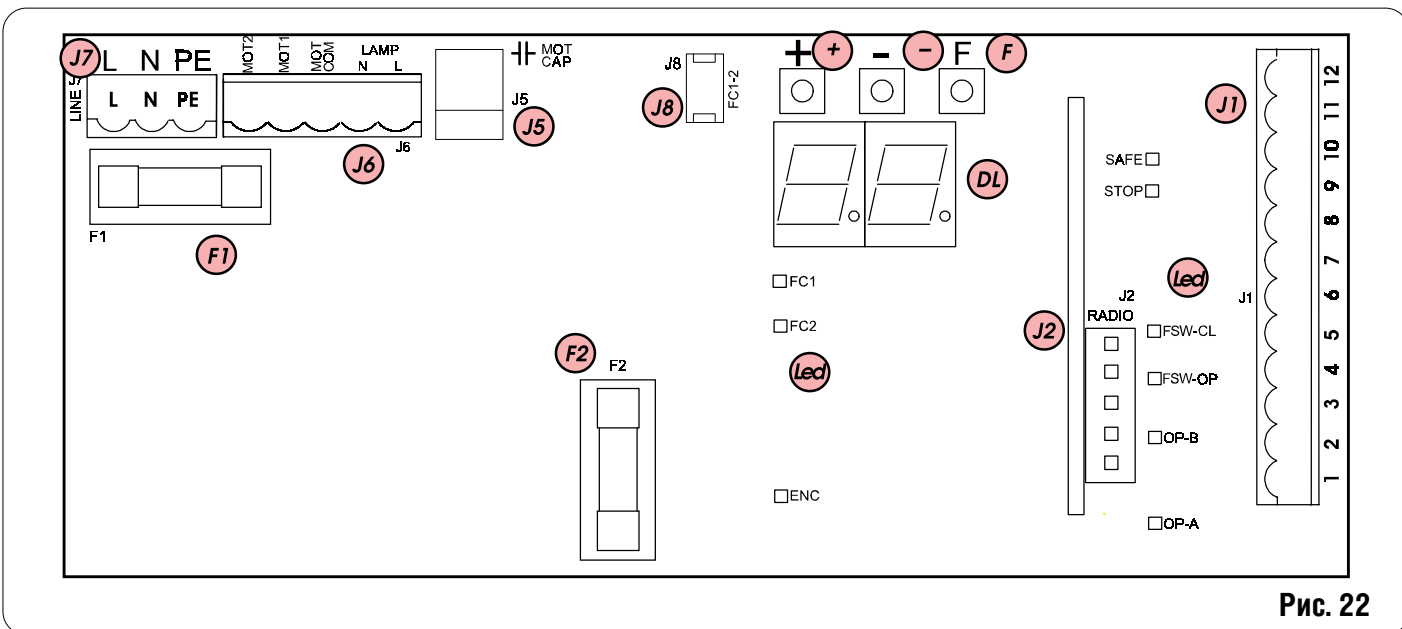

Рис. 22
- Присоединить кабель заземления к клемме J7 разъема панели и к втулке в панели управления (рис. 22 и 40).
| Защитные предохранители | 2 (см. рис. 22 и пар. 5.3) |